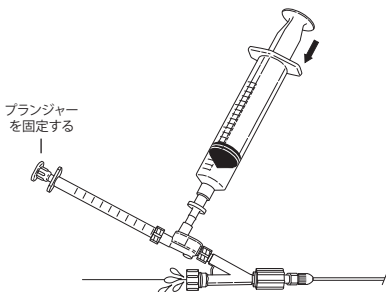

図6
8. 1 mlシリンジのプランジャーを動かないように保持しながら20 mlシリンジをゆっくり押し込んで、残っているすべての気泡を追い出します。システムから空気がすべて除去されたら、Tuohy-Borstバルブを閉め、チップオクルーダーを固定します。**(図6)**